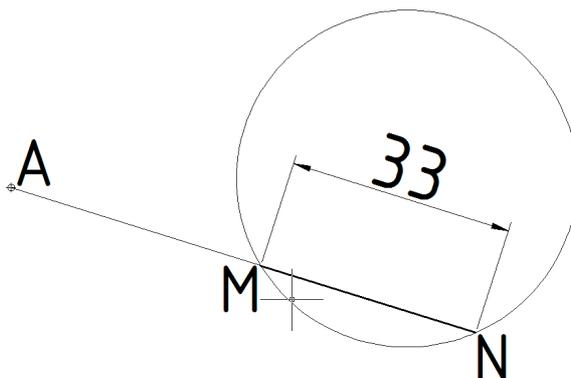

Рис.10.0
Из произвольной точки **A** провести прямую, пересекающую заданную окружность так, чтобы длина полученной хорды **MN** была равна **33** (см. рис. 10.0) .
11. С помощью команды **DELETE** удаляем внутреннюю окружность, ставим обозначения и получаем рис.10.0.